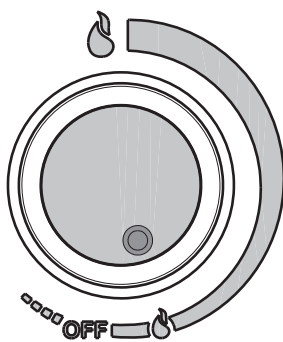

fig. 8B
- Pentru pornirea încălzitorului rotiți selectorul "A" până la poziția simbolului "☹" (fig. 8B).
Aparatul este echipat cu un dispozitiv numit economizator de gaz, cu intermediul căruia se poate alege după plăcere temperatura apei calde, furnizând apa la temperatura cea mai apropiată de cea utilizată, realizând între timp o economisire semnificativă de gaz. Dispozitivul economizor este introdus prin rotirea butonului "A" până când ajunge în poziția "☹" (fig. 8B). Instalarea economizatorului dă posibilitatea de a limita puterea termică maximă furnizată când solicitarea de utilizare în general este mai scăzută (salt termic redus sau debit redus de prelevare, de exemplu în timpul perioadei estive).